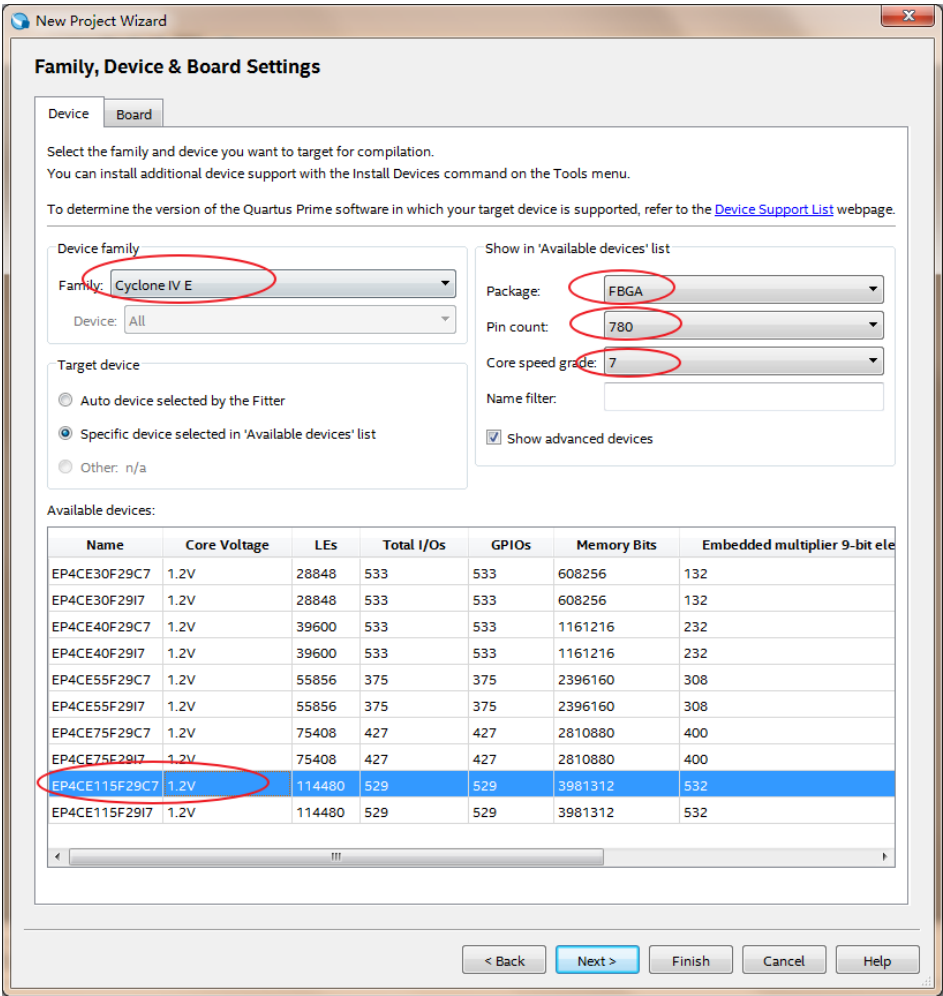
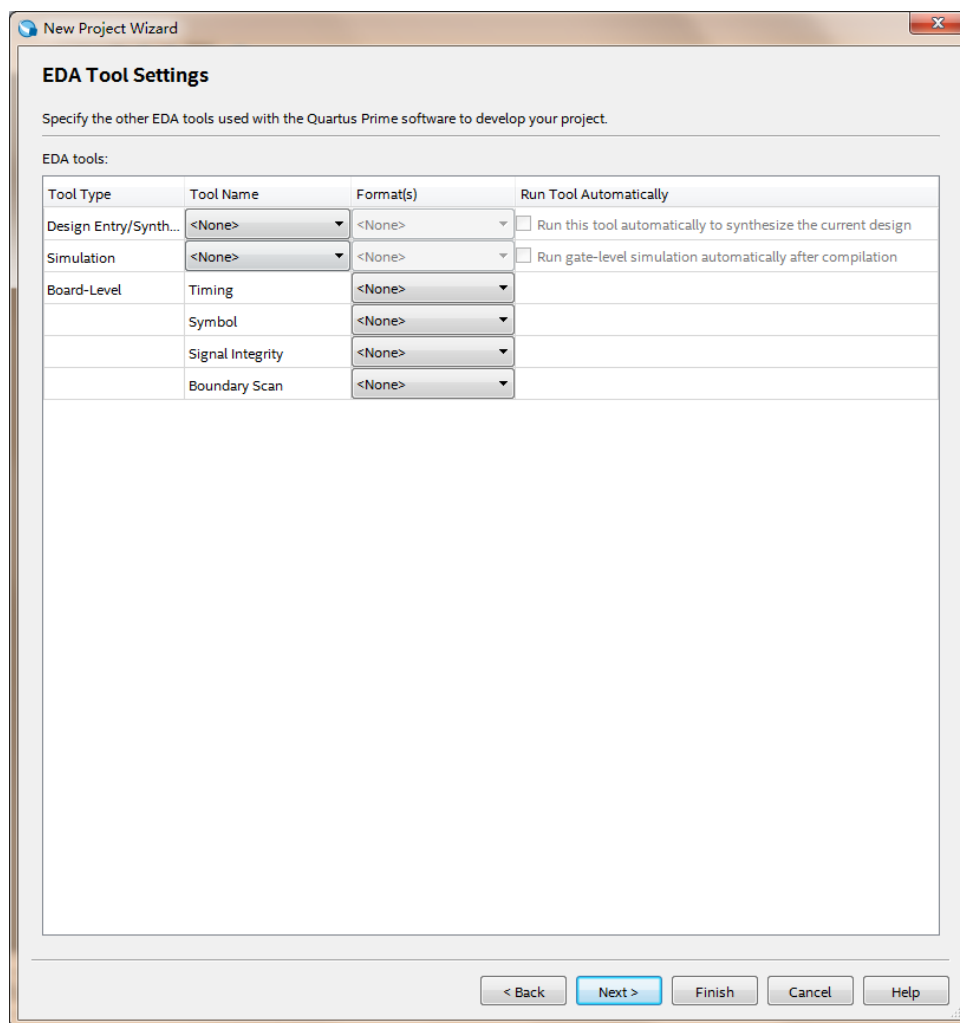
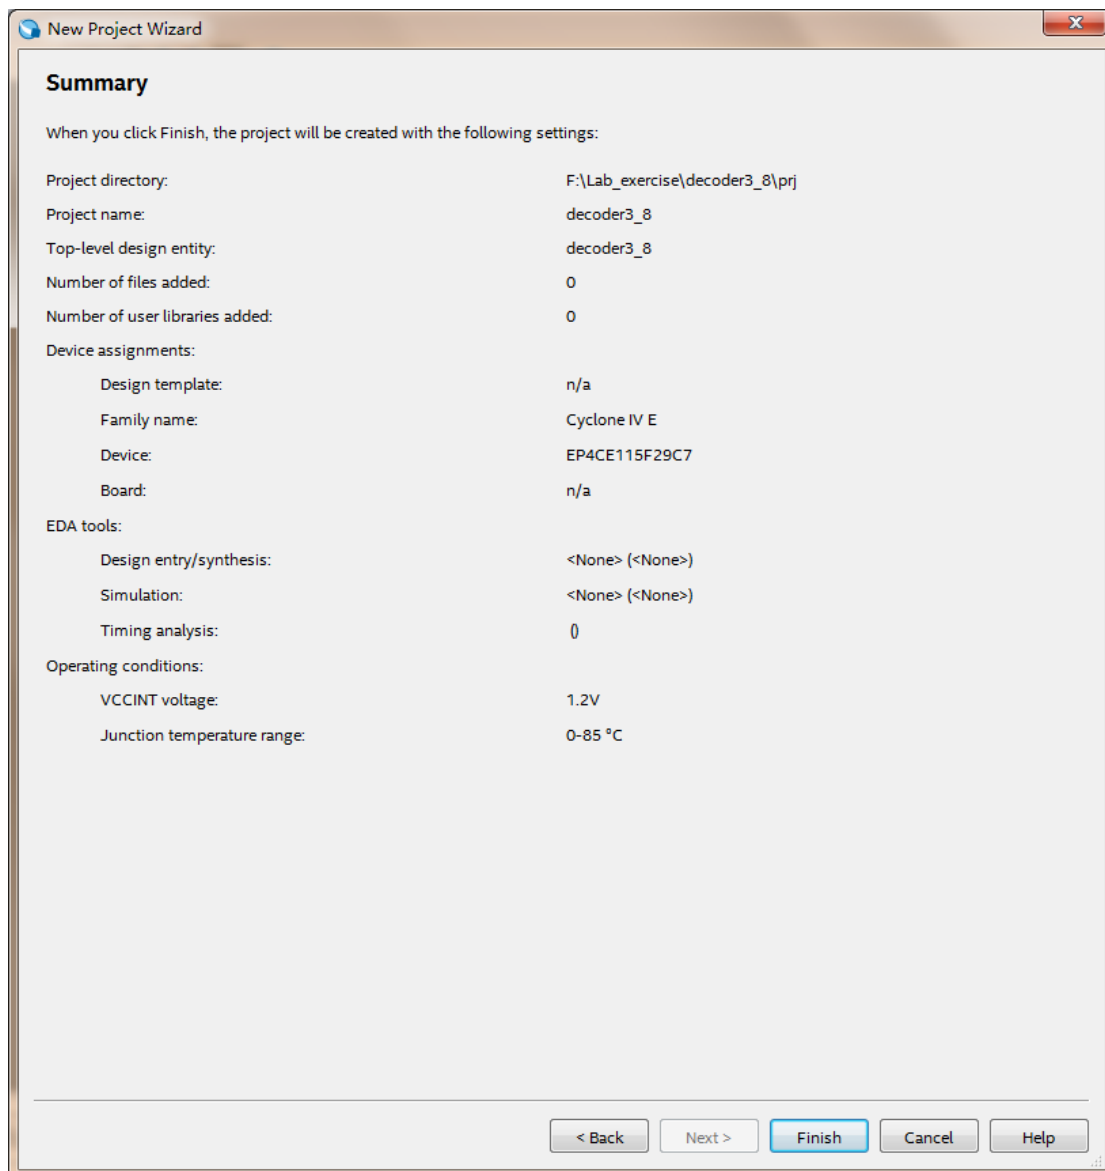
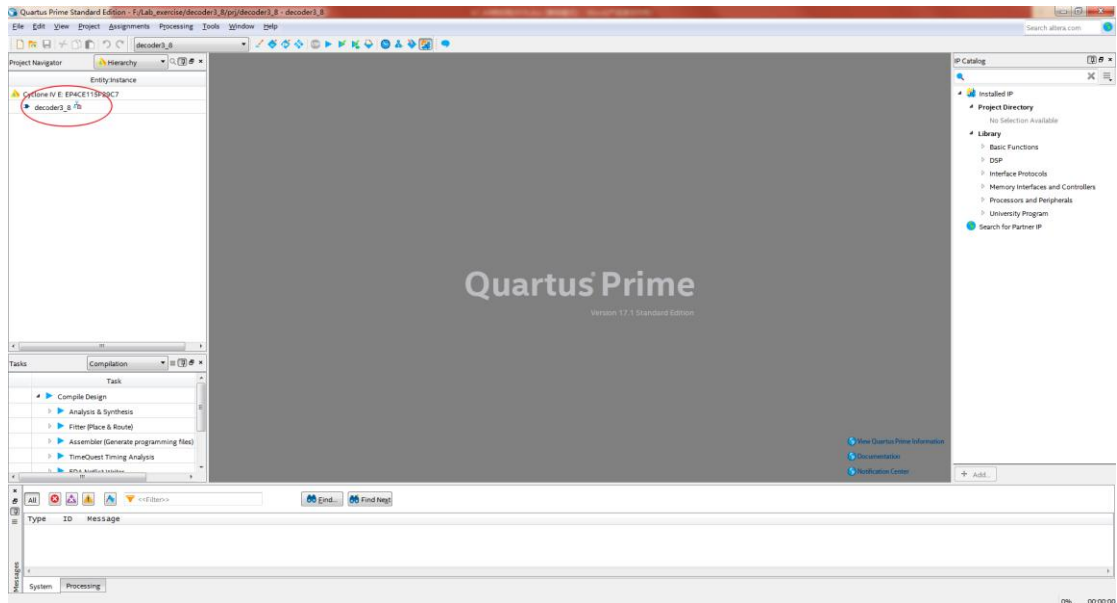

图 2.5.9
图 2.5.10
图 2.5.11
图 2.5.12
如果有些设计文件已经存在，你可以在这一步将这些文件加入到工程中。因为我们没有任何已经设计好的文件，点击 **Next**，将会打开如图 2.5.9 所示的画面。
4. 图 2.5.9 所示的对话框提示用户为该项目设计选择合适的器件。用户只需在器件列表（Available Device）中，选择合适的器件即可。或者，通过选择器件的 Family，引脚数（Pin Count）以及速度等级（Speed grade）可以简化器件选择过程。以 DE2-115 开发板为例，我们使用的 FPGA 的型号是 EP4CE115F29C7N（最后的 N 表示无铅封装，我们选择 EP4CE115F29C7 即可）。通过选择 Family->Cyclone IV E，Package->FBGA，Pin count->780，Core speed grade->7 可以快速查找到对应芯片型号，选中 EP4CE115F29C7，对应行变成蓝色。然后点击 next，出现如图 2.5.10 所示窗口。
5. 图 2.5.10 所示的对话框，容许用户指定第三方 EDA 工具。第三方工具指由 Intel 以外的一些其他公司开发的 FPGA 设计工具。本节目的是介绍 Quartus Prime 软件的基本使用，所以，我们不选择其它的工具。选择 Next，如图 2.5.11 所示。
6. 图 2.5.11 给出对整个项目的总结 (summary), 确认无误后, 点击 Finish 按钮, 返回到 Quartus Prime 主窗口。在标题栏中显示的工程名称为 decoder3\_8, 如图 2.5.12 所示。